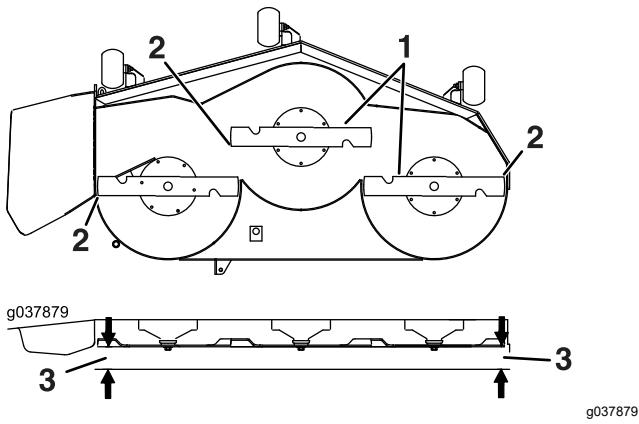

Figura 84
6. Misurate tra la punta della lama e la superficie piana (Figura 84). Se entrambe le misurazioni non rientrano nei 5 mm, regolate il livellamento; continuate la procedura.
14. Ruotate con cautela le lame da un lato all'altro (Figura 84).